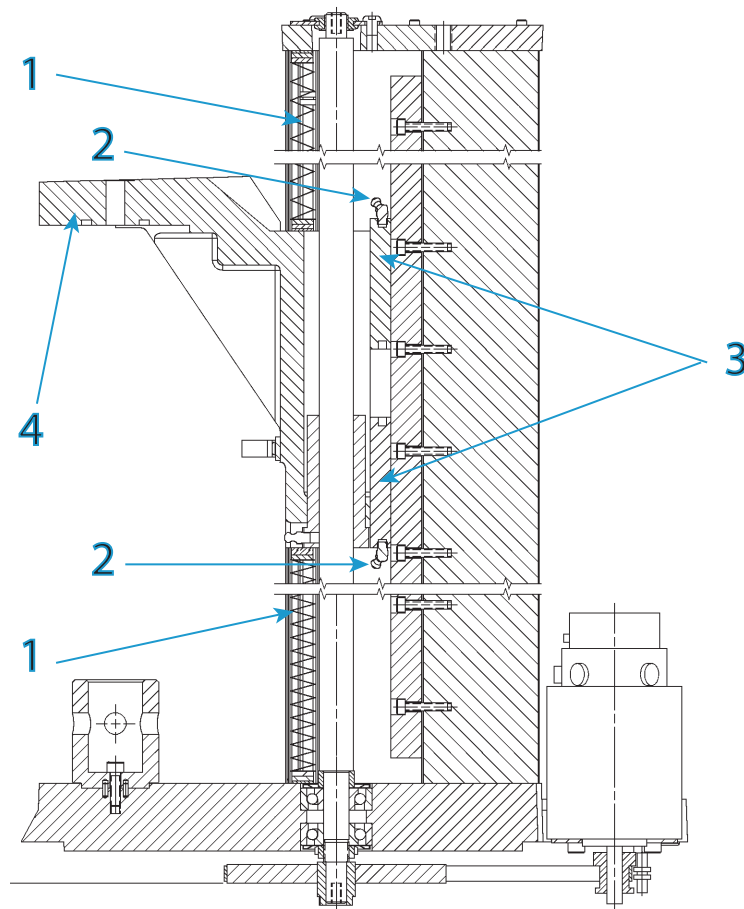

Figura 23. Lubricador de los carros de la guía lineal
Leyenda de Figura 23
1. Asegúrese de que el interruptor de alimentación esté desconectado (0) y desenchufe el cable de alimentación de la fuente de alimentación. Compruebe que no haya ningún LED iluminado en el panel del indicador.
6. Extraiga las cubiertas del husillo de recirculación de bolas de la cruceta y apártelas de la cruceta. Consulte la Figura 23 en la página 130 para localizar el engrasador situado en cada carro.